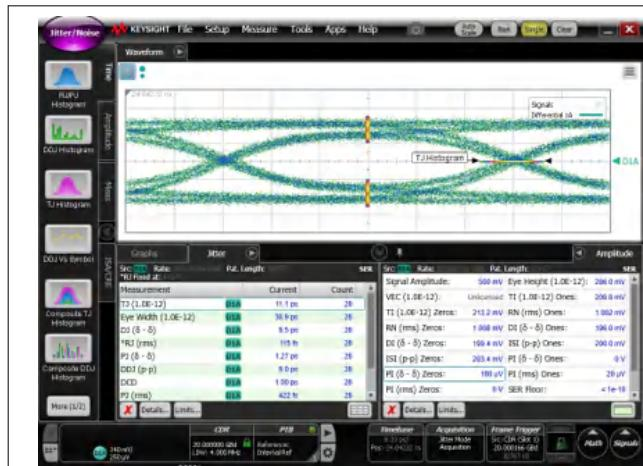
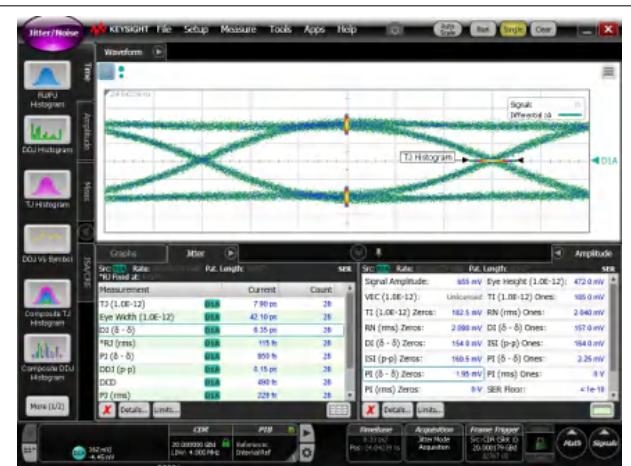

図 5-3. 20Gbps 用ベースライン キャリブレーション パターン セットアップ 経由
図 5-4. 20Gbps 用 TDP2004-Q1 経由
図 5-3 および図 5-4 は、TI 評価ボードにおける最小チャネルでの 20Gbps のアイダイアグラムを示しており、キャリブレーショントレースを通したジッタ (左) と、を通したジッタ TDP2004-Q1 (右) を比較しています。アイダイアグラムは、TDP2004-Q1 が計測機器精度を下回るランダムジッタ (RJ) をほとんど追加しないことを示しています。ジッタの改善は、ほぼ入力損失の DJ をクリーンアップできる EQ = 0 での残留イコライゼーションが実現しています。